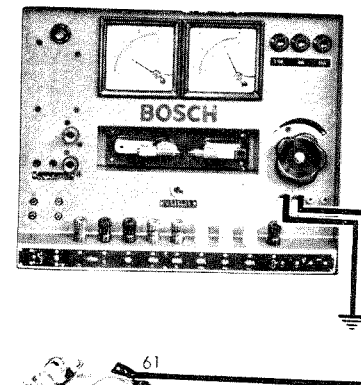

Bild 3
a) Reguliervspannung im Leerlauf (Bild 3)